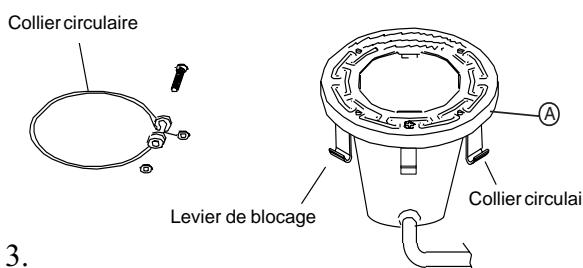

Figure 3.
- (1) La lampe reposant sur son socle, placez l'ensemble d'étanchéité sur le dessus du boîtier de la lampe, conformément à l'étape 7. LE JOINT DE LENTILLE DOIT ETRE CHANGE CHAQUE FOIS QUE LA LAMPE EST REINSTALLEE. Centrez la couronne en acier inoxydable et placez-la par-dessus l'ensemble lentille et joint d'étanchéité. Les leviers de verrouillage doivent tous pendre librement pour pouvoir être installés sur la lentille et son joint. Avant d'installer le collier de serrage Unitension, vérifiez que l'écartement aux extrémités du collier soit d'un pouce environ. (Pour cela, tirez sur les extrémités du collier de serrage Unitension.)
- (2) Les extrémités courbées du collier Unitension circulaire étant dirigées vers le bas, ouvrez le collier et placez-le dans le logement en « U » des leviers de verrouillage. Vérifiez que les extrémités courbées du collier soient situées entre les deux leviers de verrouillage illustrés à la figure 3, emplacement A. Vérifiez que le collier soit bien engagé avec tous les leviers.